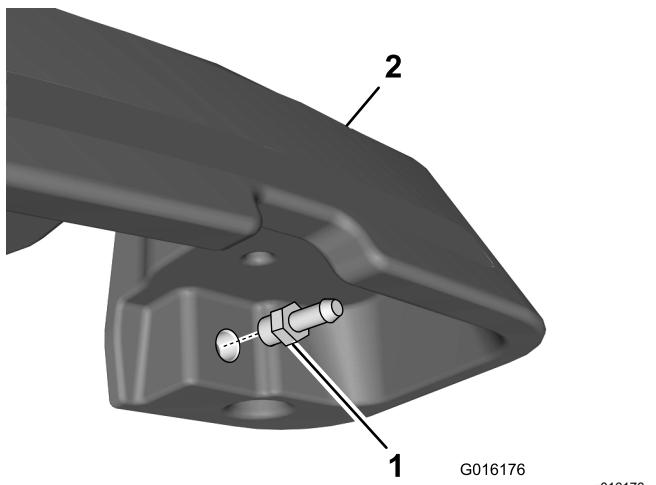

Figura 10
13. Instale el acoplamiento hidráulico recto en el orificio de la parte inferior del depósito del detector de fugas (**Figura 10**).